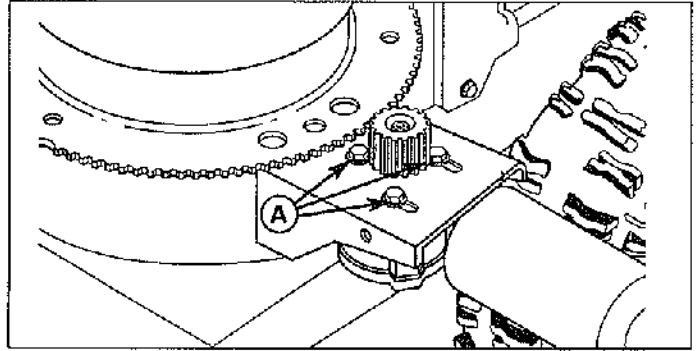

Figure 19. Réglage du moteur de rotation de la manche d'éjection
3. Desserrer les vis à tête (A, Figure 19) de fixation du moteur de rotation et ajuster l'engrènement du pignon du moteur sur la couronne. Serrer les vis.